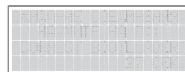

Рис. 27.
8. Нажать «**ПРОГ**» на регуляторе. На дисплее регулятора появится окно (см. Рис. 27);